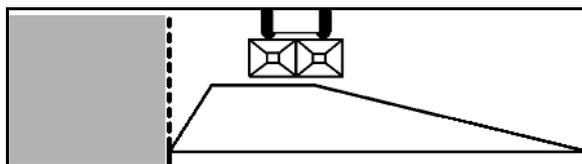

Fig. 70
Pour un réglage précis et sans outil de la position des aubes d'épandage, chaque disque d'épandage dispose de deux échelles graduées et bien distinctes (Fig. 70/1 et Fig. 70/2).
- L'échelle graduée (Fig. 70/1) dont les valeurs vont de 5 à 28 correspond à l'aube d'épandage la plus courte (Fig. 70/3) et l'échelle graduée (Fig. 70/2) dont les valeurs vont de 35 à 55 correspond à l'aube d'épandage la plus longue (Fig. 70/4).
- Relevez la valeur de réglage au niveau de l'arête de lecture (Fig. 70/5) pour l'aube d'épandage la plus courte (Fig. 70/3).
- Relevez la valeur de réglage au niveau de l'arête de lecture (Fig. 70/6) pour l'aube d'épandage la plus longue (Fig. 70/4).
- Le fait de faire pivoter les aubes d'épandage sur une valeur plus élevée de l'échelle graduée (Fig. 70/1 ou Fig. 70/2) entraîne une augmentation de la largeur de travail.